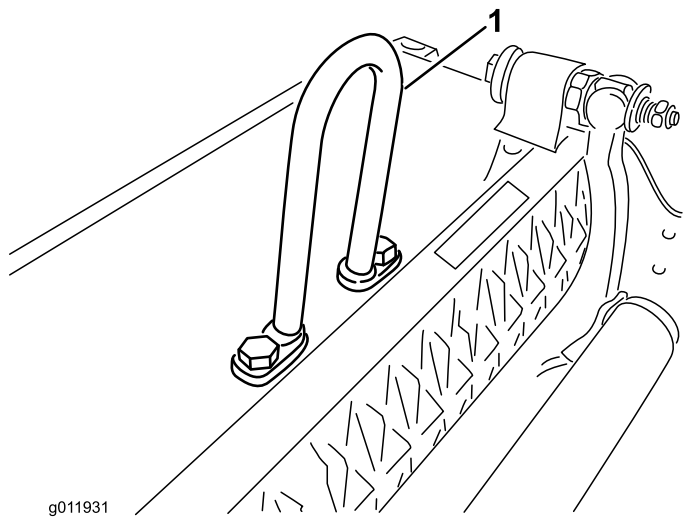

图 5
- 图 5 中所示的 **环形链节** 零件号 105-5740 用于 Greensmaster 3000、3000-D、3050、3100、3150 和 3150-Q 主机随上述 Greensmaster 主机供应。